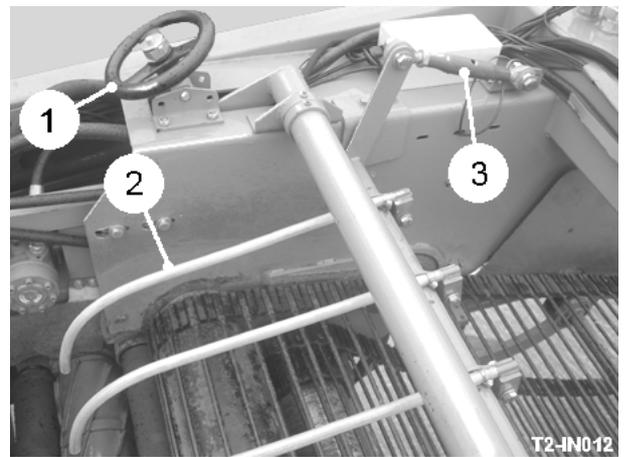

Fig 14
Girar la posición del rodillo de haulm en comparación con la cavador Web modifica el monto del material que el roller retira. La posición de rodillo puede ser ajustado girando la rueda de mano (item 1, fig 14). El más alto el rodillo es colocado en comparación con la Web, más tela will ser retirado. Bajar el rodillo en comparación con la Web permitirá que el flujo del material pase sobre the top of el rodillo en la 1st unidad de separador. Ajustar el rodillo de haulm hasta que el monto máximo de haulm es quitado con el monto mínimo de papas ser jalado o mordido requiere la configuración cuidadosa. Este ajuste necesitará ser modificado para condiciones de cosecha diferente, pero la graduación inicial debe empezar con el rodillo bien abajo y luego gradualmente alzándolo. Para cosechar éste es uno de los ajustes eficaz más críticos, por lo tanto la sencillez con la que puede ser variado sobre el T2.
La función de los dedos de haulm (ítem 2, fig 14) ser coger el haulm y dirigirlo abajo en el rodillo de haulm. Cambiar de lugar los dedos de haulm fuera de la Web admitirá un flujo más claro para la cosecha. La punta en verde o la papelera pesada en que podría ser necesario girar algunos de los dedos fuera de la cosecha circulan para prevenir sobrecargar del roller de haulm y daño excesivo para la cosecha. Ajustando el turnbuckle (ítem 3, fig 14) los dedos pueden ser levantados o bajados. Una manga de plástico es sida conveniente para a cada dedo. Las mangas previenen contusión de las papas y deben ser reemplazado cuando se agujerean o están perdido.